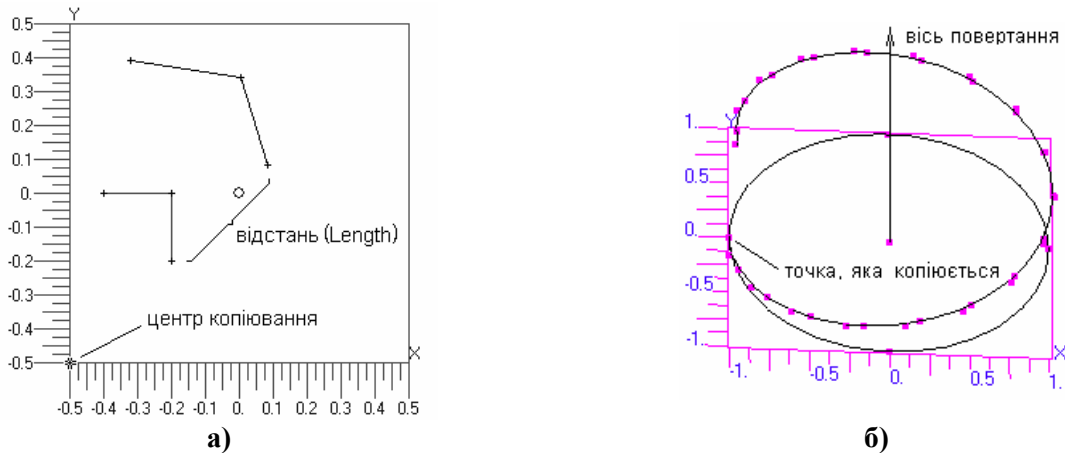

Рис.2.18. Приклади копіювання: а) – радіального ліній; б) – точки з обертанням та зміщенням, з наступним створенням сплайнової лінії
- радіальне копіювання (**Radial Copy...**, окрім **Solid**): все майже аналогічно **Copy...**, але зміщення проходить на відстань **Length** вздовж радіуса, що проходить через вказаний центр копіювання та поточну точку обраного об’єкта (див. рис.2.18-а);
- копіювання з одночасним обертанням (**Rotate...**): обирається об’єкт, вказуються кількість копій та положення осі обертання, потім – кут обертання та крок зміщення при копіюванні. На рис.2.18-б точка копіювалася 19 разів навколо вертикальної осі з кутом обертання 18 градусів та кроком зміщення 0.05; потім через точки проведено сплайнову лінію (на малюнку видні автоматично створені опорні точки сплайну). Результат – повний оберт гвинтової лінії з кроком 1.0.